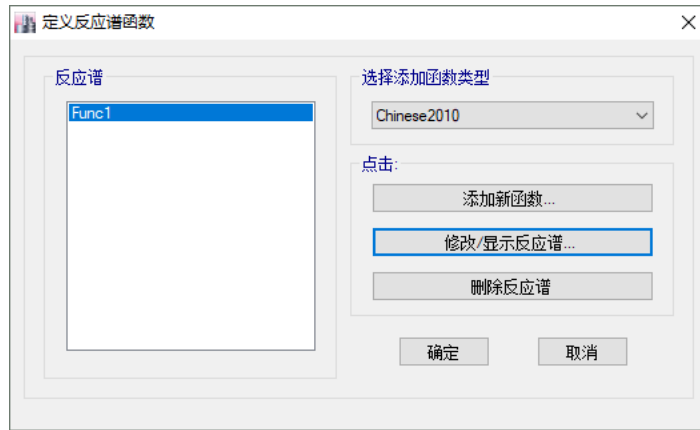

图 5-19 定义反应谱函数对话框
1. 点击菜单**定义>函数>反应谱**，弹出**定义反应谱函数**对话框，如图 5-19 所示：